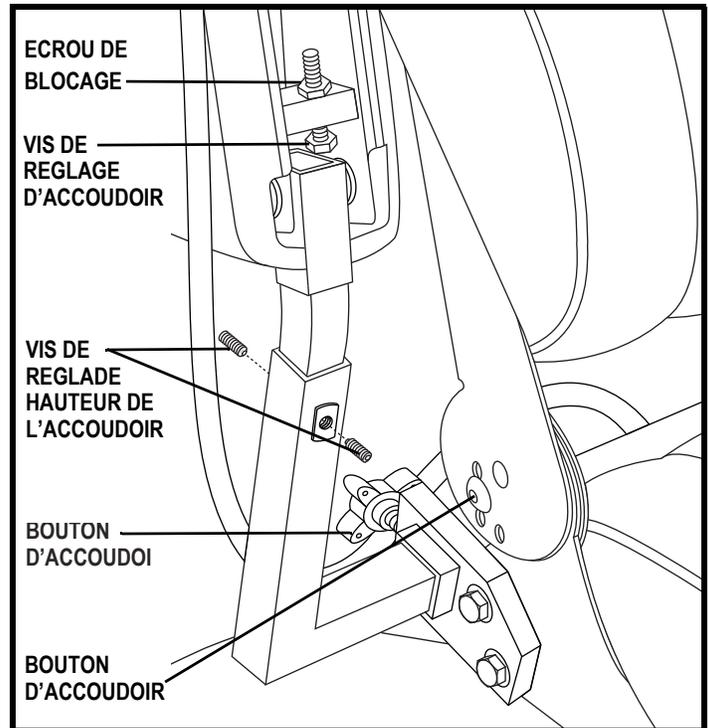

Figure 21. Réglage des accoudoirs du siège moulé
1. Repérez les deux boutons de réglages sur le support des accoudoirs. Voir la figure 21.
2. Desserrez l'écrou de verrouillage. Voir la figure 21.
4. Tournez dans le sens des aiguilles d'une montre pour relever le devant de l'accoudoir et dans le sens contraire pour l'abaisser. Voir la figure 21.